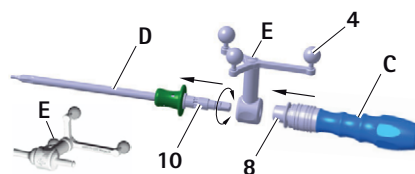

Fig. 8 Montering af referencestjerneenheden ("kalibrering med ICM 4") og S⁴C-håndtaget (FW067R eller FW165R) på S⁴C-skruetrækkeren
- Frigør låsemuffe 8, se Fig. 8.